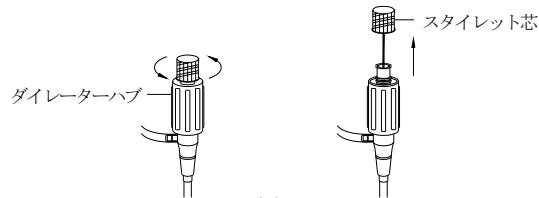

図2
- 段付ダイレーターにスタイルット芯が装着されている場合は、ダイレーター・ハブを持ち、スタイルット芯を反時計方向に回して抜く(図2参照)。